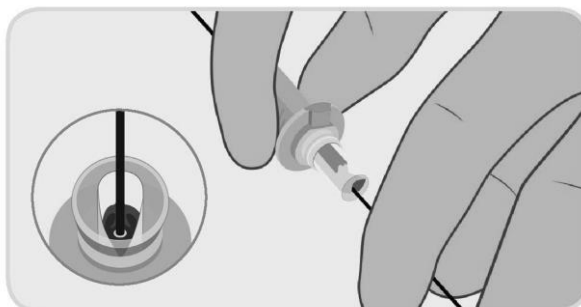

Figura 7. Carga del alambre guía en la cánula del dispositivo.
- a. Use solución salina no heparinizada para lubricar el alambre guía durante la inserción. Inserte el alambre guía en el implante dentro de la cánula de carga, figura 7. Siga insertando el alambre guía hasta que sobresalga por la parte trasera del mango del dispositivo de cierre PerQseal®. Sostenga la vaina introductora PerQseal® formando un ángulo bajo respecto al eje longitudinal de la arteria (p. ej., 20°) y mantenga la vaina introductora lo más recta posible, para evitar que se doble.
*Nota 2: Durante la inserción, sujete solamente la parte posterior de la cánula de carga como se indica en la figura 7.*